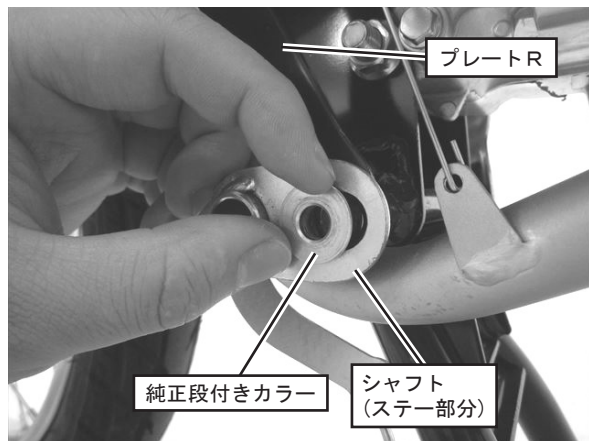

FIG. 1
2. 車両をセンタースタンドで立たせてからメーカー発行のサービスマニュアルを参照し、純正マフラー及びステップバーを車両から取り外して下さい。純正マフラーを取り付けていたナットは、本製品取り付けの際に使用します。(FIG. 1 参照)